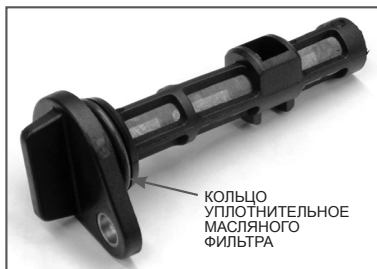

Рис. 16 Масляный фильтр
9. Внимательно осмотрите масляный фильтр (Рис. 16). Обязательно проверьте фильтрующую сетку фильтра на наличие механических повреждений (сетка порвана, имеются отверстия). При наличии повреждений и невозможности очистить сильные загрязнения фильтр необходимо заменить.
При каждой очистке масляного фильтра обязательно меняйте уплотнительное кольцо масляного фильтра (Рис.16). При установке кольца на корпус фильтра не допускайте его повреждений. После установки уплотнительного кольца на корпус масляного фильтра контролируйте правильность установки кольца, оно не должно быть перекручено.